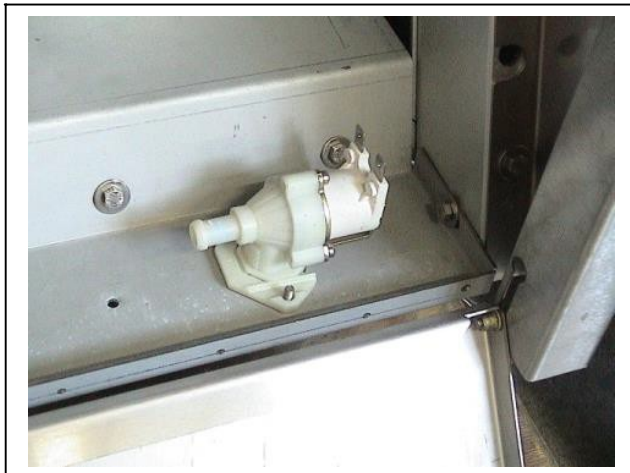

Fig. 1
- Installer la vanne d'alimentation d'eau au fond à droite comme illustré à la fig.1. La fixer à l'aide des vis M3 x 10 et des écrous.